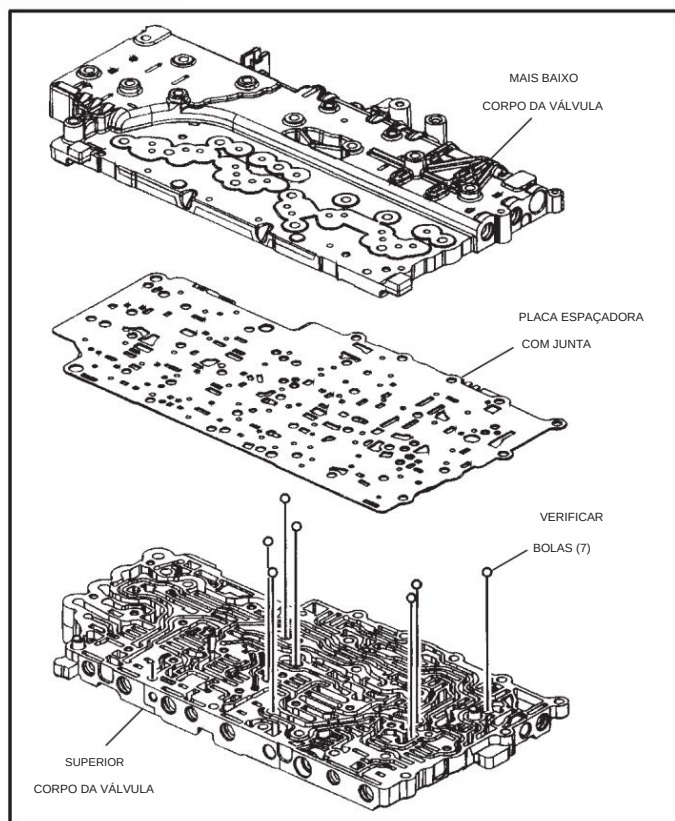

Figura 139
6. Remova os parafusos restantes que prendem os corpos das válvulas inferior e superior e separe os dois, conforme mostrado na Figura 139.